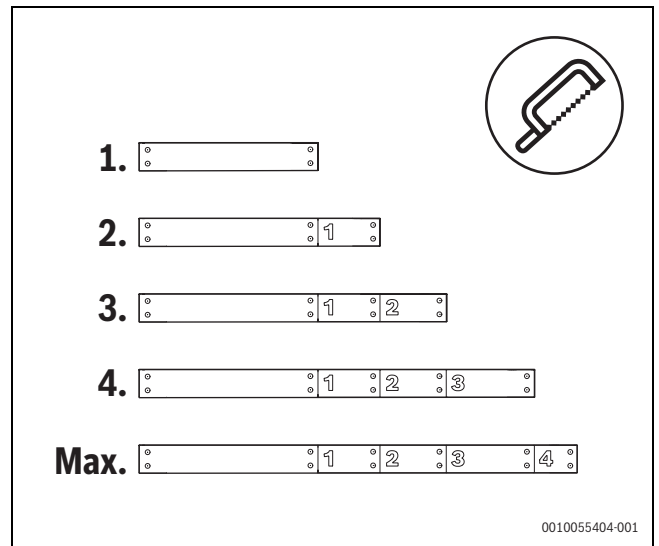

Fig. 4 Longueurs des planches d'écartement de la fondation préfabriquée
- ▶ S'assurer que les planches d'écartement sont coupées sur le bon marquage (→ fig. 4).